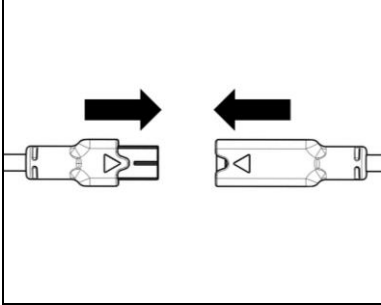

Fig. 5
- Raccordez le connecteur du microphone (couleur bleue) à son homologue en respectant la direction des flèches (Fig. 5).